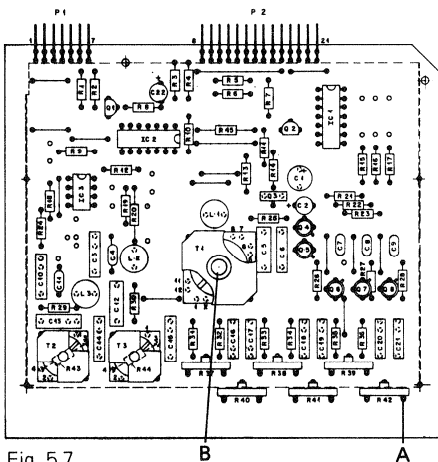

Fig. 5.7
- Digitalzähler an Punkt A (Fig. 5.7) anschliessen.
- Die Frequenz muss 105 kHz \pm 1 kHz betragen. Falls die Abweichung grösser ist, kann dies mit dem Spulenkern von T1 (Fig. 5.7, Punkt B) korrigiert werden.
- Connect digital counter to point A (Fig. 5.7).
- The frequency must measure 105 kHz \pm 1 kHz. If the deviation is larger, this can be corrected with the trimmer slug of T1 (fig. 5.7, point B).
- Raccordez le fréquencemètre digital au point A (fig. 5.7).
- La fréquence doit être de 105 kHz \pm 1 kHz. Si l'écart est plus grand, il peut être corrigé en agissant sur le noyau de T1 (Fig. 5.7, point B).